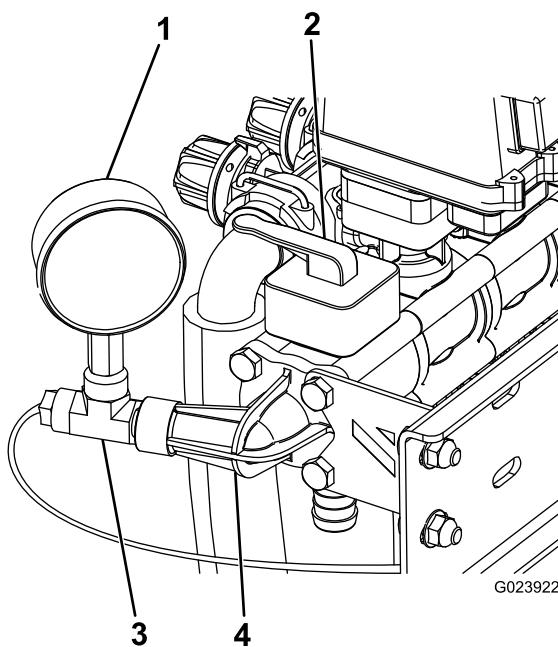

Figura 11
3. Instale la junta tórica, la válvula de control nueva, el conector del manómetro que retiró anteriormente y el refuerzo con 4 pernos largos; consulte Figura 11.